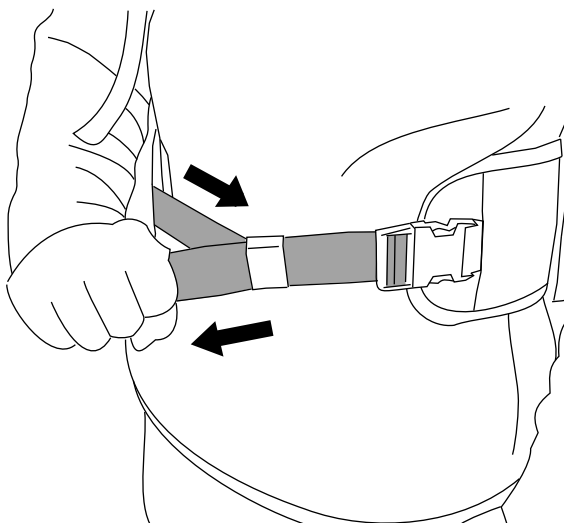

Bild 10
3. Ziehen Sie den Hüftgurt im aufrechten Stand erneut an, um sicherzustellen, dass er gut sitzt (Bild 10).